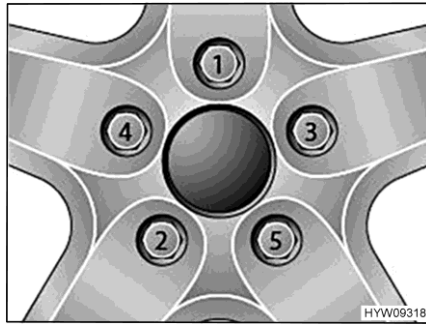

Bild 82 Radmuttern oder Radschrauben über Kreuz festziehen
- Radmuttern oder Radschrauben in der Reihenfolge, die in Bild 82 gezeigt ist, festziehen. Dazu einen Drehmomentschlüssel verwenden und das vorgeschriebene Anziehdrehmoment einhalten (siehe Abschnitt 14.5).
- Radmuttern oder Radschrauben regelmäßig auf festen Sitz prüfen. Radmuttern oder Radschrauben eines ausgewechselten Rades nach 50 km nachziehen. Dabei in der Reihenfolge vorgehen, die in Bild 82 gezeigt ist.
- Wenn neue oder neu lackierte Felgen verwendet werden, die Radmuttern oder Radschrauben zusätzlich nach ca. 1000 bis 5000 km nachziehen. Dabei in der Reihenfolge vorgehen, die in Bild 82 gezeigt ist.